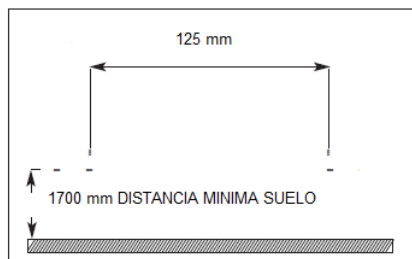

Fig. 2
- Marque la posición de los huecos de los soportes, teniendo en cuenta la distancia recomendada en relación al suelo y la distancia entre los soportes que suministramos de acuerdo a (Fig.2).